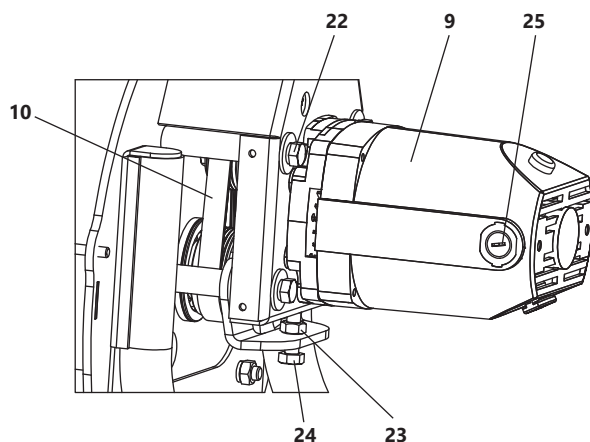

Рисунок 5. Замена приводного ремня
- ослабьте болты 22 крепления двигателя 9 (рис. 5);
- ослабьте гайку 23 (рис. 5);
- выкручивая болт 24 ослабьте натяжение ремня 10 (рис. 5);
- натяните ремень с помощью болта 24 и затяните гайку 23 (рис. 5);
- выверните пробку 25 с двух сторон (рис.5);